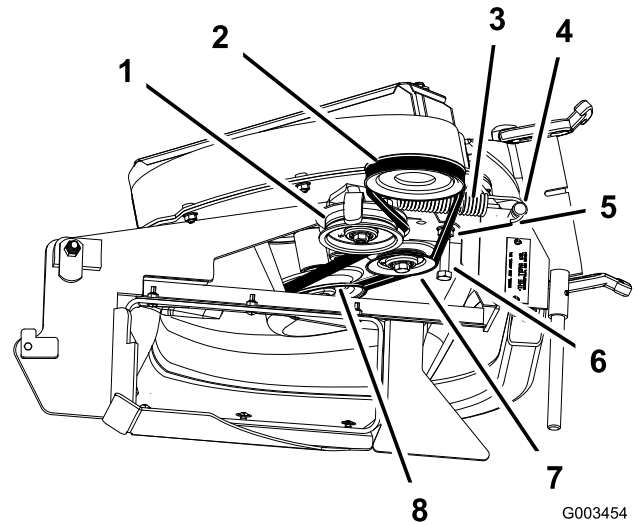

Figure 15
2. Sur les tondeuses de 122 et 132 cm, desserrez le boulon du guide-courroie (Figure 15).
3. Chaussez la courroie sur la poulie de ventilateur et la poulie de tension fixe (Figure 15).